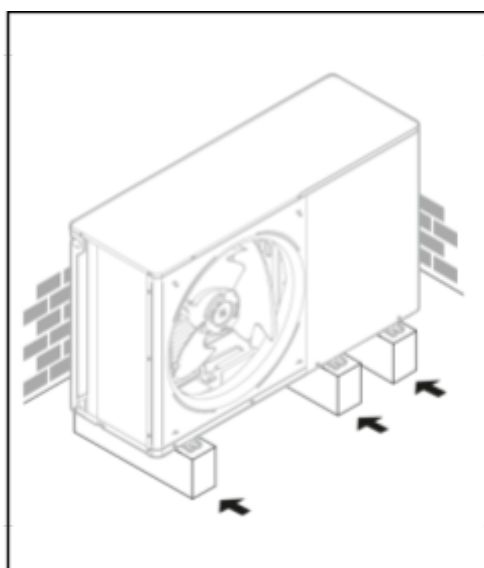

Figura 19 - posizionamento unità
- Montare l'unità sulla struttura di installazione (Figura 19).